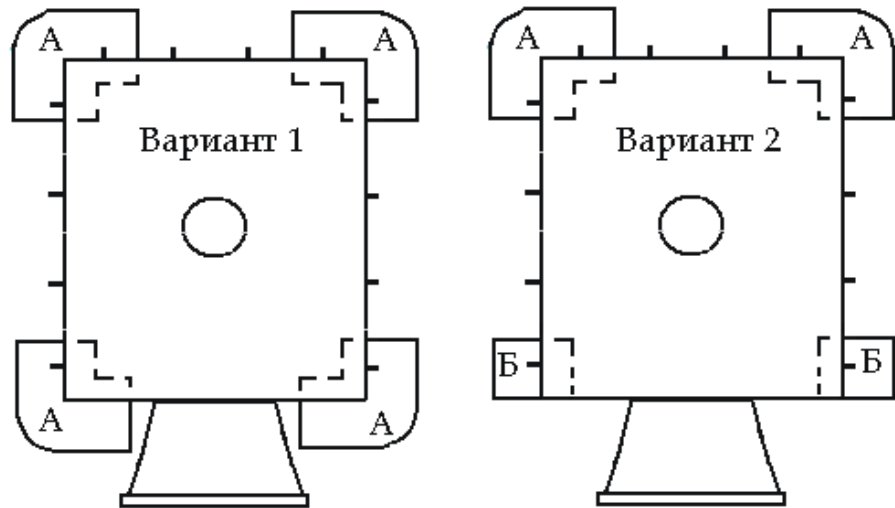

Рис. 5. Сборка облицовки печи «Сударушка К».
- с трех сторон уложить первый ряд плит (1) с соответствующим обозначением заподлицо с башмаками (см. рис.5);
- в торцевые пазы (3) уложить соответственно обозначенные вставки (2);